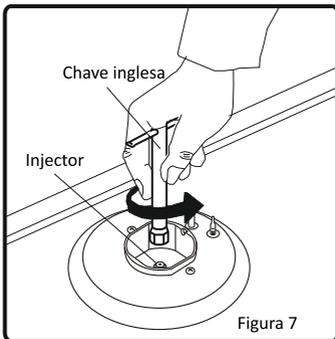

Figura 7
- Desaparafusar os injectores. Para realizar isto, utilizar uma chave inglesa de 7mm (Figura 7).